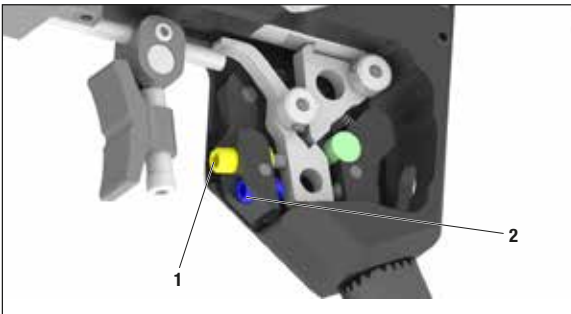

Fig.16
- Gire el tornillo prisionero (2, fig. 16) hacia la derecha con un destornillador Allen SW2. Se reduce la carrera posterior.